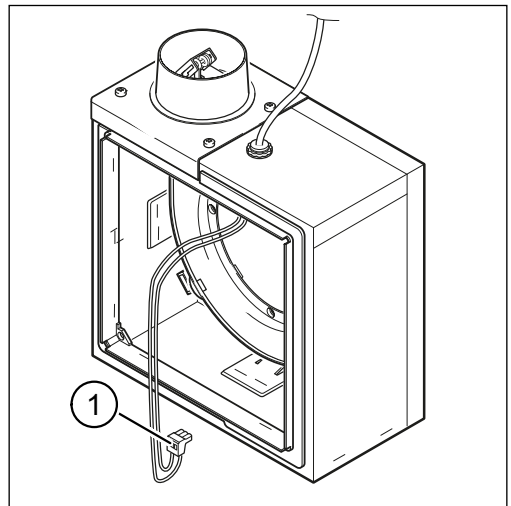

Abb. 7: Netzkabelanschluss überprüfen
- ▶ Überprüfen Sie die Belegung des 3-poligen Steckers (Pos. 1 in Abb. 7) für das Netzkabel gemäß den Schaltbildern für die Lüftermotoren G-4, siehe Abschnitt 9 auf Seite 21. Der Stecker ist im Lieferumfang des Gehäuses enthalten.